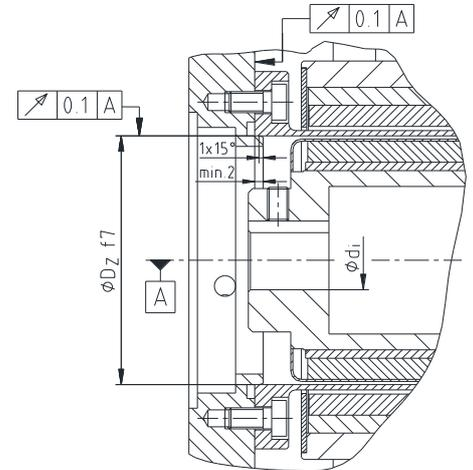

Bild 8: Tolerierung abtriebsseitiger Anschlusssteile
- Bei der Herstellung der Pumpenwelle und der Adapterplatte für den Spalttopf sind die Rund- bzw. Planlaufgenauigkeiten (siehe Bild 8) einzuhalten.